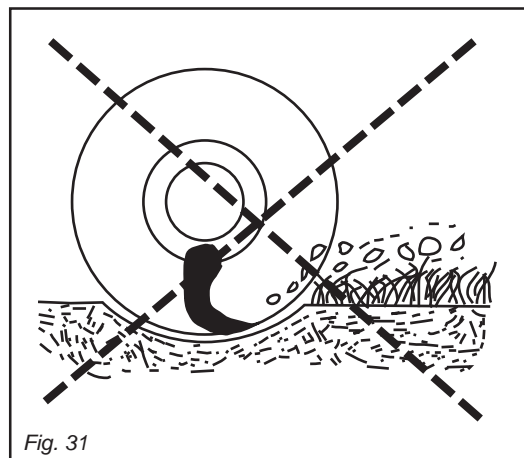

Fig. 31
- Se necessario regolare con il sollevatore l'altezza di lavoro, evitando che gli organi di taglio (coltelli o mazza) vadano a contatto con il terreno (Fig. 31).
- Adjust the work height with the power lift controls if necessary. Remember that the cutting tools (knives or hammers) must not touch the ground (Fig. 31).
- dacă este necesar reglați cu ajutorul elevatorului înălțimea de lucru, evitând ca organele de tăiere (cuțite sau ciocane) să vină în contact cu solul (Fig. 31).